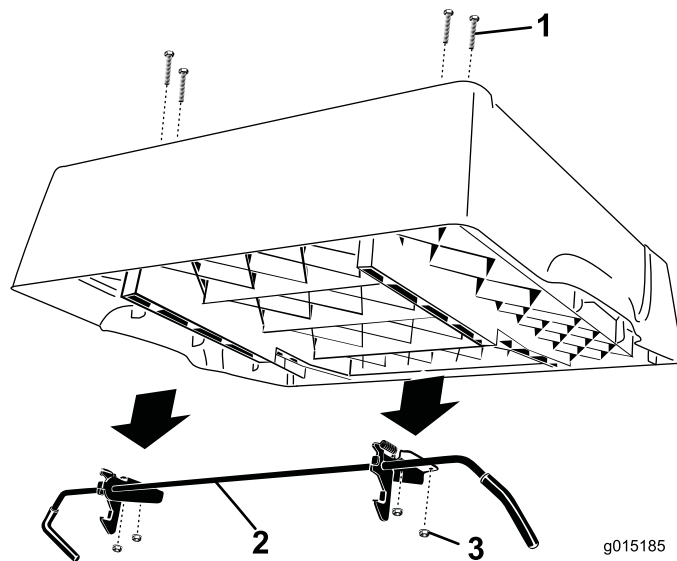

図 3
5. ラッチ・ロッド・ブラケットを荷台の裏側に固定しているフランジ・ナット (4本) を外す (図 3)。ロッドとラッチは捨てないこと。各キャリッジ・ボルトはそのまま穴に残し、フランジ・ナットで荷台に再固定する。